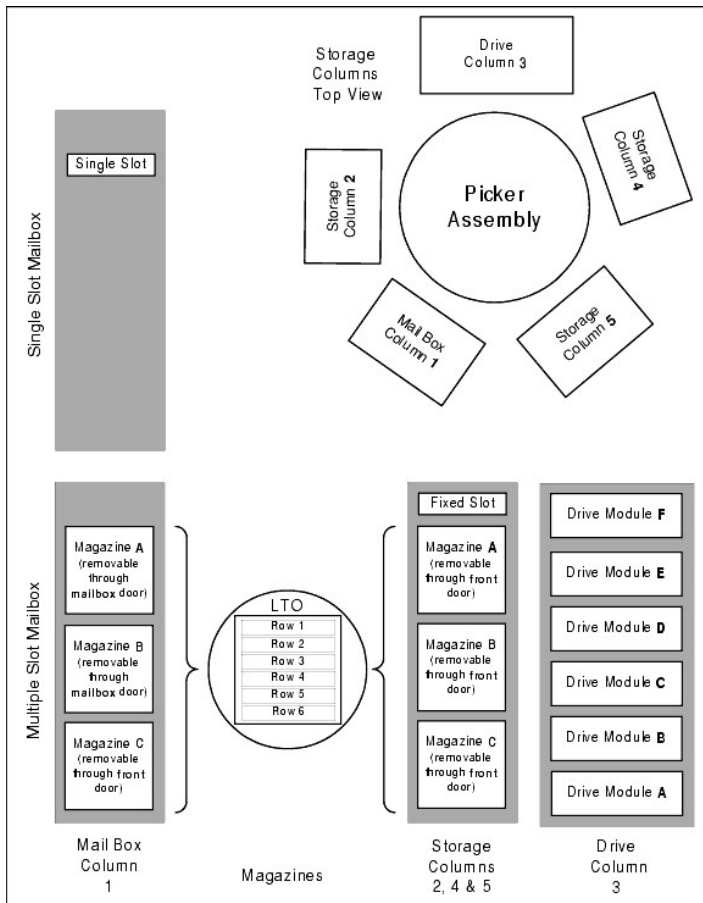

Figure 6. Topographie de la colonne de stockage
Étape 4 Reportez-vous à la Figure 6 pour obtenir la topographie de la colonne de stockage et effectuez l'une des deux étapes ci-dessous en fonction de la colonne que vous désirez installer :